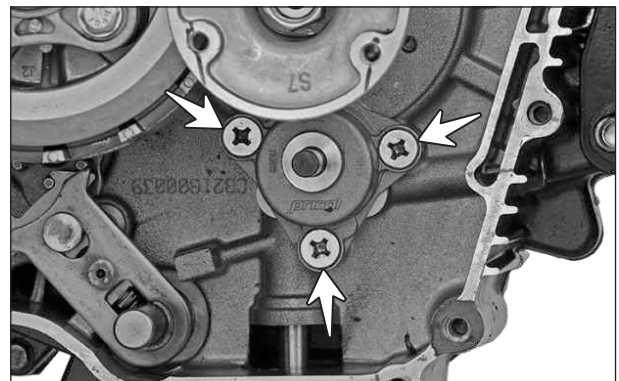

Fig. 3.6
- Retire los 3 tornillos (M6x20) del conjunto de la bomba de aceite y saque el conjunto completo. (Fig. 3.6)